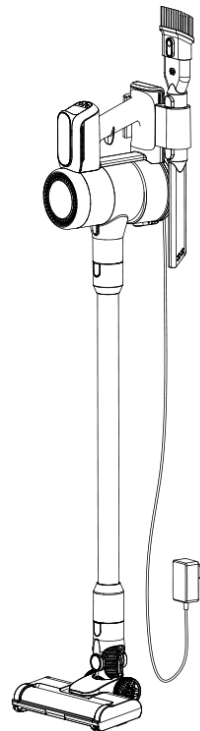

Fig 3.
3. Entfernen Sie ein Ende der Bürstenwalze (Figure 3).